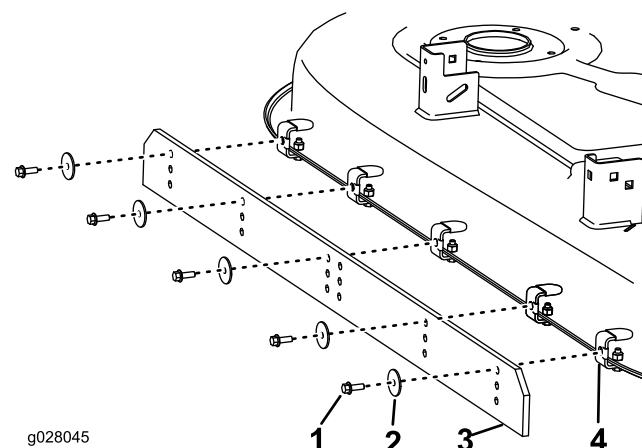

Figura 3
4. Montate il parasabbia sulle staffe (Figura 3).